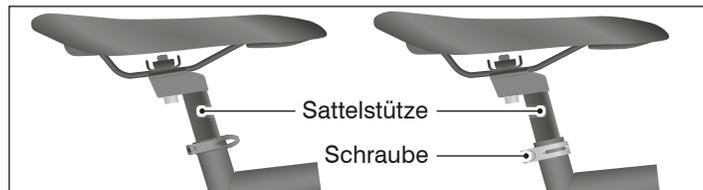

Abb.: E-8 Sattelstützenklemmung als Schnellspanner (links) und mit Schraube (rechts).
- drehen Sie die Schraube der Sattelstützenklemme gegen den Uhrzeigersinn heraus, bis sie die Sattelstütze verschieben können (siehe Abb.: E-8, rechts).